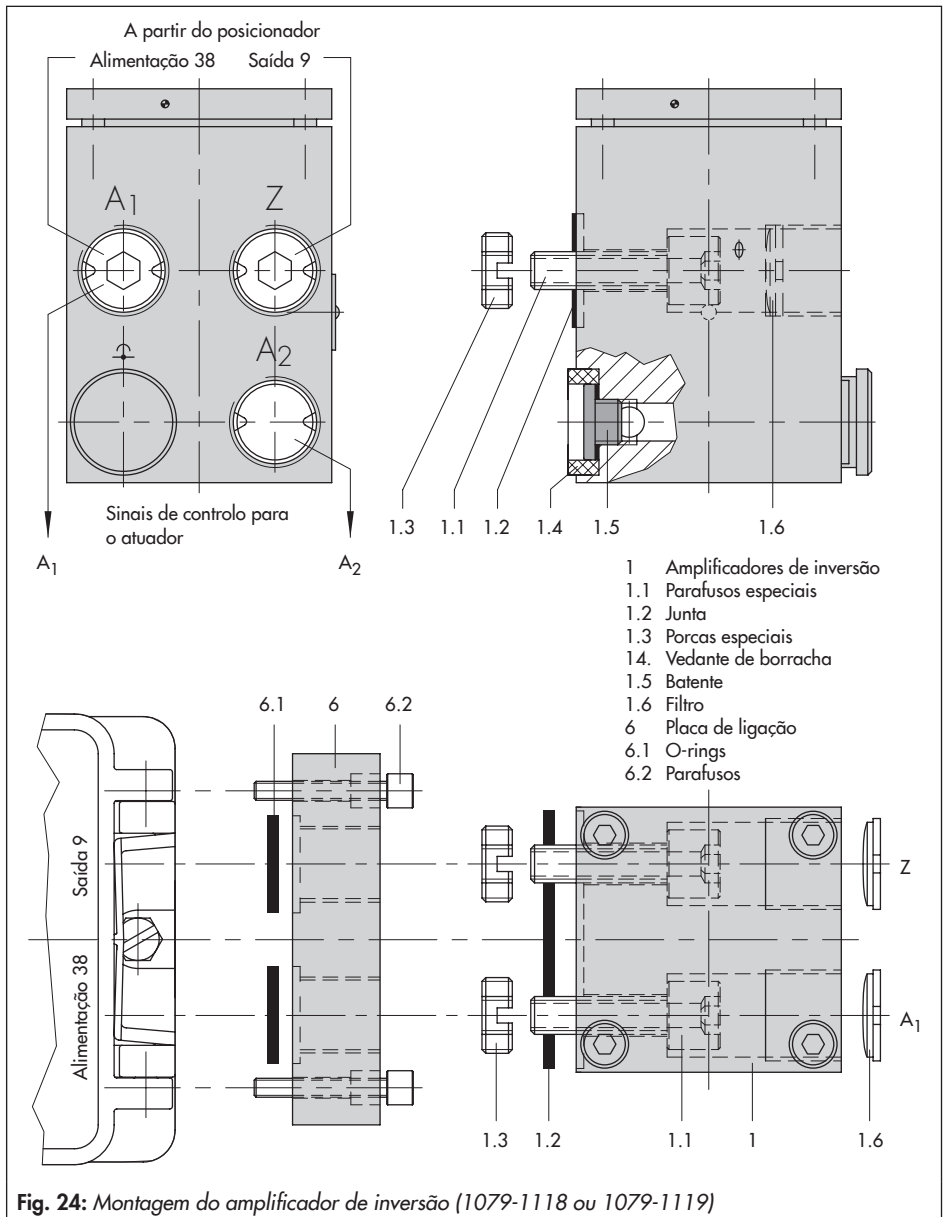

Fig. 24: Montagem do amplificador de inversão (1079-1118 ou 1079-1119)
- Consulte a Fig. 24
1. Monte a placa de ligações (6) dos acessórios da Tab. 6 no posicionador. Certifique-se de que ambos os O-rings (6.1) assentam corretamente.
4. Coloque o amplificador de inversão na placa de ligações (6) e aparafuse firmemente utilizando ambos os parafusos especiais (1.1).
As instruções de montagem da Fig. 24 não se alteram. Aparafuse um suporte de manómetro nas ligações **A₁** e **Z**.